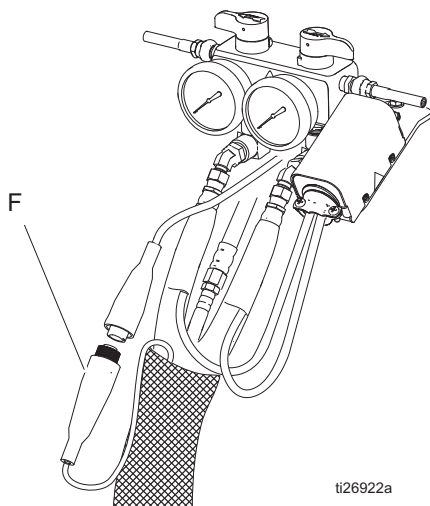

FIG. 11. Mangueira aquecida
3. Desligue o cabo FTS (F) no Reactor, FIG. 11.